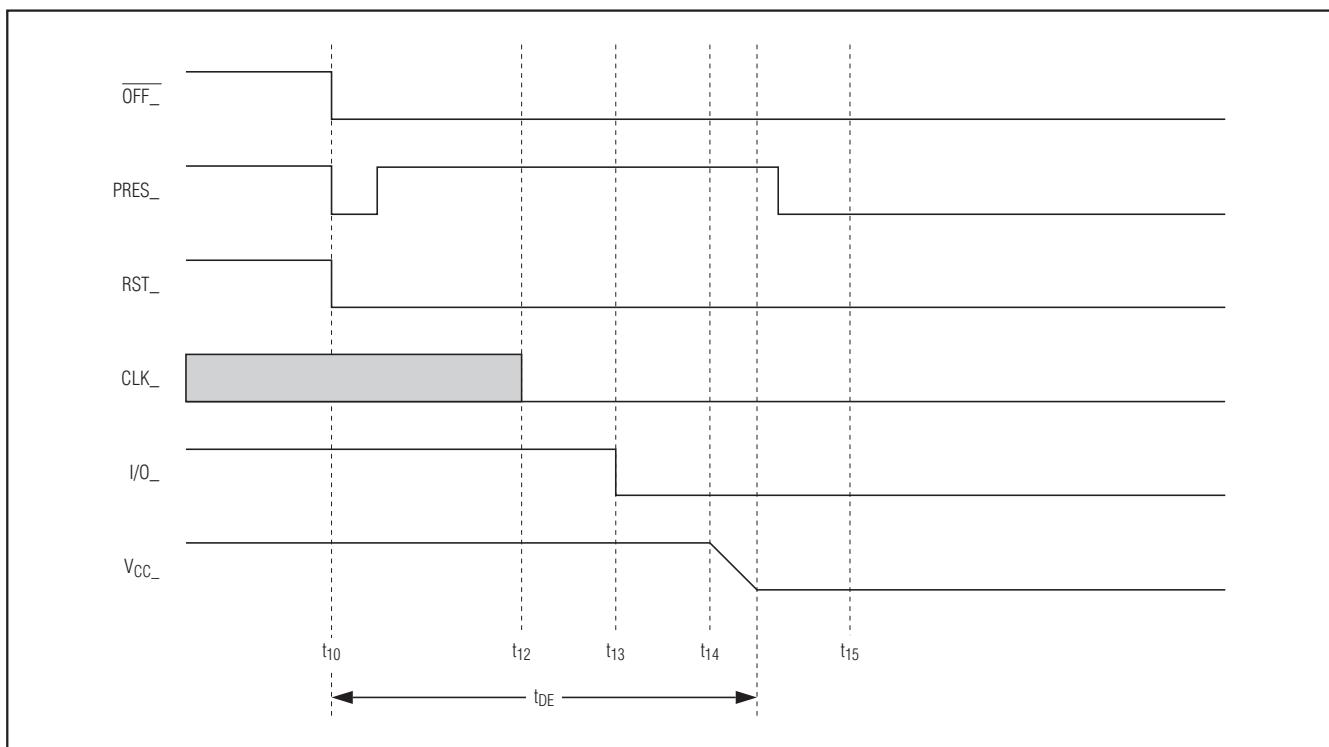

図7. 緊急停止シーケンス(カードの取り出し)
- カードセッション内でCMDVCCがロー。出力OFF_は、障害状態が検出された場合にローになり、緊急停止が自動的に実行されます(図7)。停止シーケンスが完了した後、システムコントローラがCMDVCCをハイに戻すとき、再びOFF_レベルを検出する場合があります。これによって、カードの取り出しとハードウェア問題を見分けることができます(カードが存在する場合、OFF_は再びハイになります)。コネクタのカードプレゼンススイッチの種類(通常閉または通常開)やスイッチの機械的特性によっては、カードの挿入時または取り出し時にPRES_信号上にバウンスが生じる可能性があります。